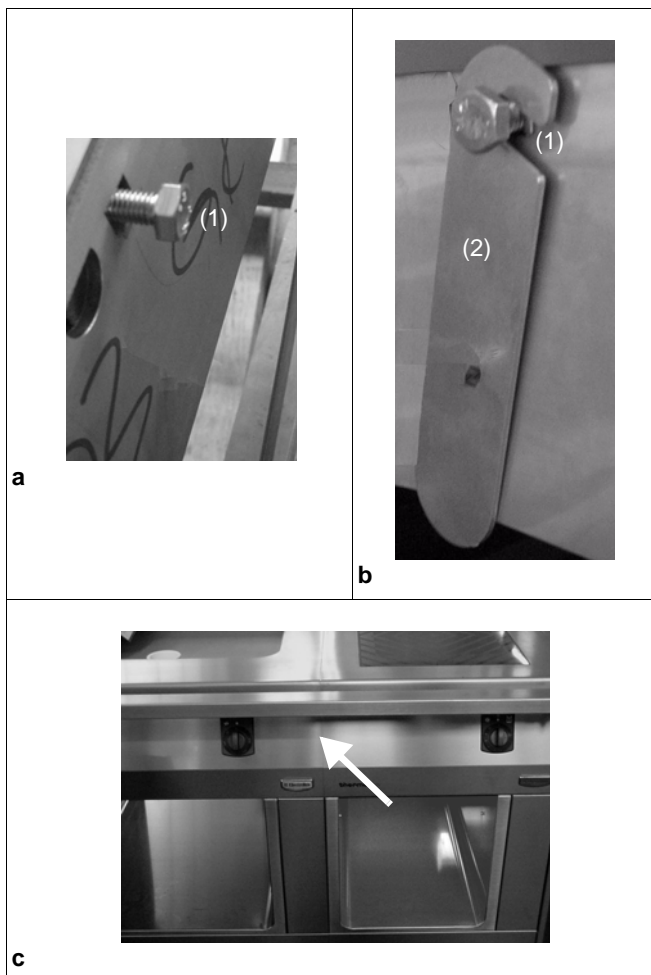
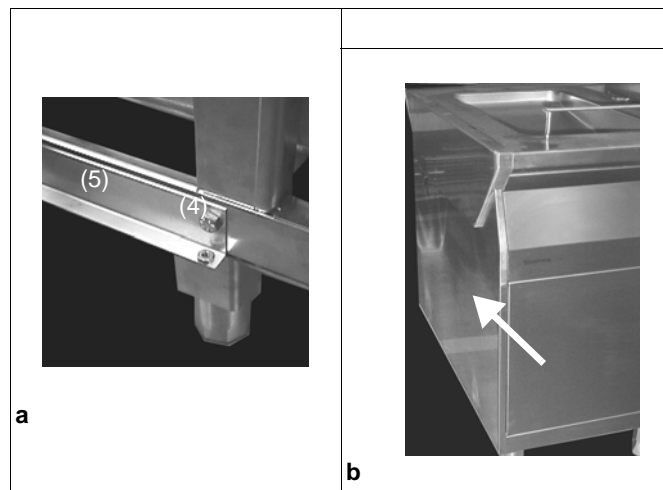

Fig.1 Collegamento laterale
Fig.2 Montaggio della parete laterale
Il kit di collegamento è costituito da due dadi in gabbia premontati (1 / Fig. 1) nel lato destro dell'apparecchio, da viti a testa esagonale M8x25 (1 / Fig. 1) e da linguette (2 / Fig. 1),
- ⇒ Avvitare la vite (1 / Fig.1) nel dado in gabbia a una profondità di circa 5 mm.
- ⇒ Applicare all'interno la linguetta (2 / Fig.1) nella piastra di collegamento sinistra del secondo apparecchio.
viti a testa esagonale M8x25 (1 / Fig. 1), da bulloni con anello d'arresto (2 / Fig.1), da linguette (3 / Fig.1), da viti a testa esagonale M8x16 con rosette elastiche con dentatura sovrapposta e dadi esagonali M8, da viti a testa esagonale M5 con rosette elastiche con dentatura sovrapposta (4 / Fig. 2) e da una staffa di fissaggio (5 / Fig. 2).
- ⇒ Fissare la staffa di fissaggio (5 / Fig. 2b) sotto al telaio con le viti, le rosette elastiche con dentatura sovrapposta e i dadi. (4 / Fig. 2).